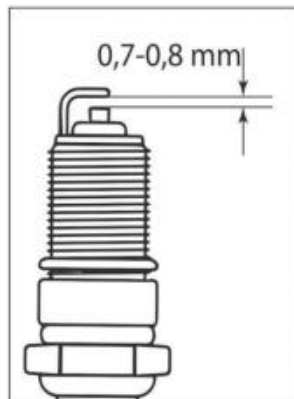

Fig. 27
7. Vérifiez l'écart entre l'électrode de masse et l'électrode centrale à l'aide d'une sonde spéciale. Si nécessaire, réglez l'écart entre 0,7 et 0,8 mm (Fig. 27).